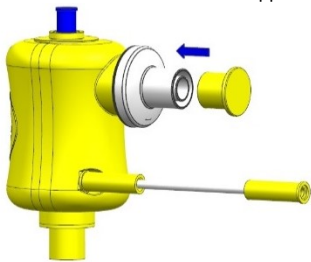

FIGURA 6
4. Per fornire una FiO₂ del 100% applicare il tappo (se presente) nella confezione al filtro di ingresso dell'aria (vedi **FIGURA 6**).